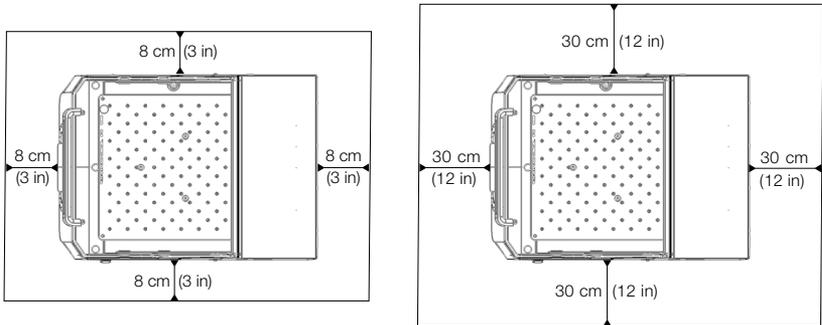

图 9: 设置恒温摇床（加热）（左）和冷藏摇床（冷却和加热）（右）的间隙；左侧图像涵盖上方有自由空气的冷藏摇床（冷却和加热）。
- Solaris 2000 I 和 4000 I 恒温摇床（加热）要求外壳的所有四个侧面都有 8 cm (3 英寸) 的净空区域，如图 9 左侧所示。
- Solaris 2000 R 和 4000 R 冷藏摇床（冷却和加热）可在外壳的四个侧面 8 cm (3 英寸) 的净空区域内操作的前提是其盖罩上方有自由空气空间，如图 9 左侧所示。
- 如果 Solaris 2000 R 和 4000 R 冷藏摇床（冷却和加热）上方的空气空间被阻挡，则外壳四个侧面的间隙必须增加到 30 cm（12 英寸），如图 9 右侧所示。